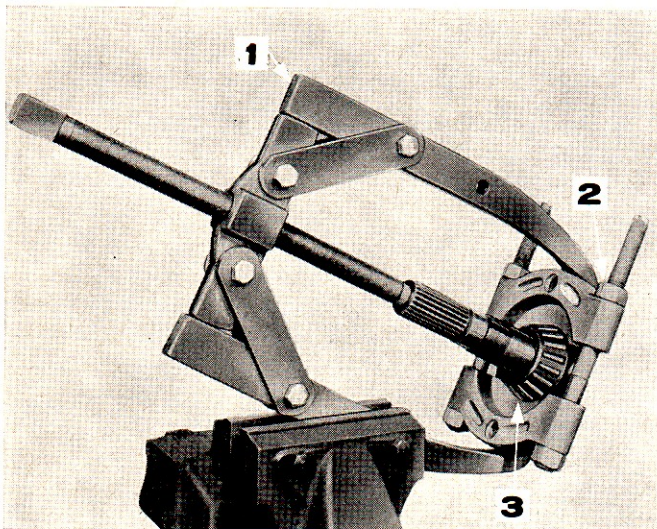
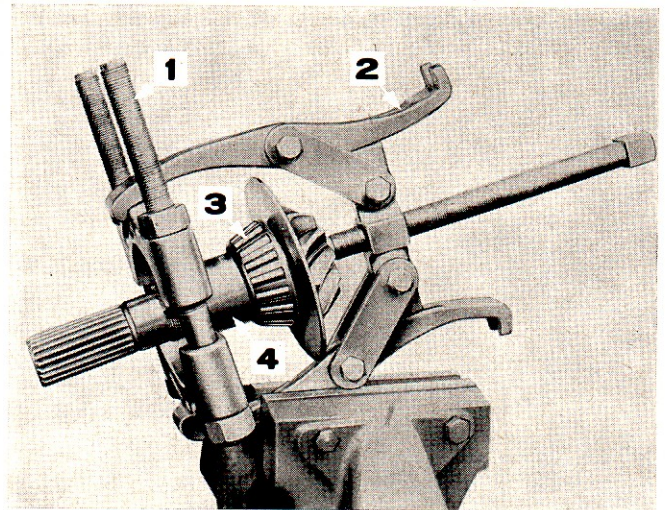

Figure 74: Dépose du roulement d'arbre de frein
Figure 75: Dépose du roulement d'arbre de frein
4. Pour remplacer le roulement intérieur d'arbre de frein à main, arracher le roulement de l'arbre au moyen des outils no 951 et 1003 (Figure 74) et monter un roulement neuf au moyen des outils no 951, 1002 et d'un manchon approprié permettant à l'outil d'appuyer sur le moyeu du roulement (Figure 75).